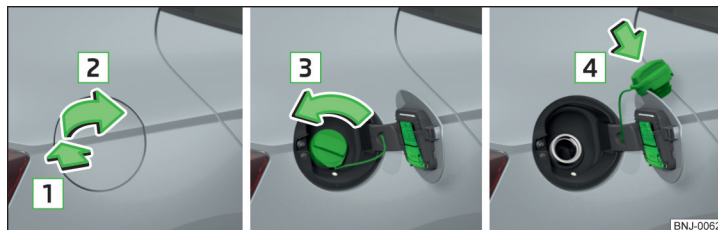

Fig. 166 Apertura dello sportello del serbatoio / Rotazione del tappo / Inserimento del tappo sullo sportello del serbatoio
- Premere sullo sportello del serbatoio in direzione della freccia **1** e aprirlo in direzione della freccia **2** » fig. 166.